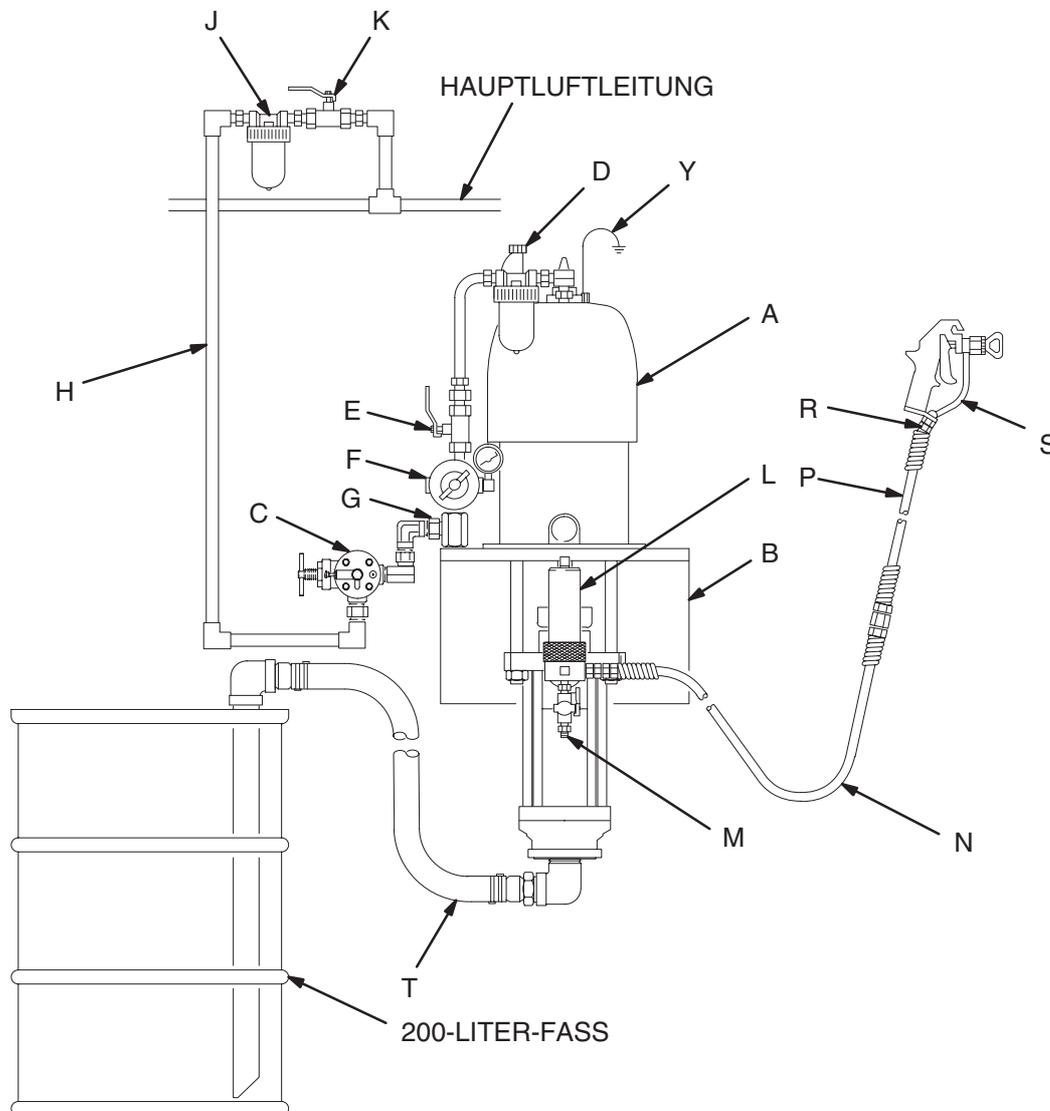

Abb. 3
Abb. 3 stellt nur eine Hilfe für die Auswahl und den Einbau von Systemkomponenten und Zubehörteilen dar. Der Graco-Händler hilft gerne bei der Zusammenstellung eines Systems, das Ihren besonderen Anforderungen entspricht.
Die Montage der Pumpe (A) muss der geplanten Installation des Systems entsprechen. Abb. 3 zeigt ein System, das auf einem Fahrgestell montiert ist. Für Pumpenabmessungen und Montagebohrungen siehe Seite 40 und 41.
Die nachfolgenden Zubehörteile so installieren, wie dies in der Abb. 3 gezeigt wird. Falls nötig, Adapter verwenden.
Die folgenden Zubehörteile an den in Abb. 3 gezeigten Stellen installieren und bei Bedarf Adapter verwenden:
- **Einen Materialfilter (L)** mit einem 60 Mesh (250 Mikron) Element aus Edelstahl zum Filtern von Partikeln aus dem Material, wenn dieses aus der Pumpe austritt. Der Filter enthält einen **Druckentlastungshahn (M)**, der im System zum Entlasten des Drucks in Schlauch und Pistole benötigt wird (siehe **WARNUNG** links).
- **Eine Pistole oder ein Dosierventil (S)** zum Verteilen des Materials. Die in Abb. 3 gezeigte Pistole ist eine Airless-Spritzpistole für Materialien mit leichter bis mittlerer Viskosität.
- **Ein Pistolendrehgelenk (R)** gibt der Pistole mehr Bewegungsfreiheit.
- **Ein Ansaugsatz (T)** ermöglicht es der Pumpe, Material aus einem 200-Liter-Faß anzusaugen.
- Einen Materialfilter (L) mit einem 60 Mesh (250 Mikron) Element aus Edelstahl zum Filtern von Partikeln aus dem Material, wenn dieses aus der Pumpe austritt. Der Filter enthält einen Druckentlastungshahn (M), der im System zum Entlasten des Drucks in Schlauch und Pistole benötigt wird (siehe **WARNUNG** links).
- Eine Pistole oder ein Dosierventil (S) zum Auftragen bzw. Ausstoßen des Materials. Die in Abb. 3 gezeigte Pistole ist eine Airless-Spritzpistole für Materialien mit leichter bis mittlerer Viskosität.
- Ein Pistolendrehgelenk (R) gibt der Pistole mehr Bewegungsfreiheit.
- Ein Ansaugsatz (T) ermöglicht es der Pumpe, Material aus einem 200-Liter-Faß anzusaugen.